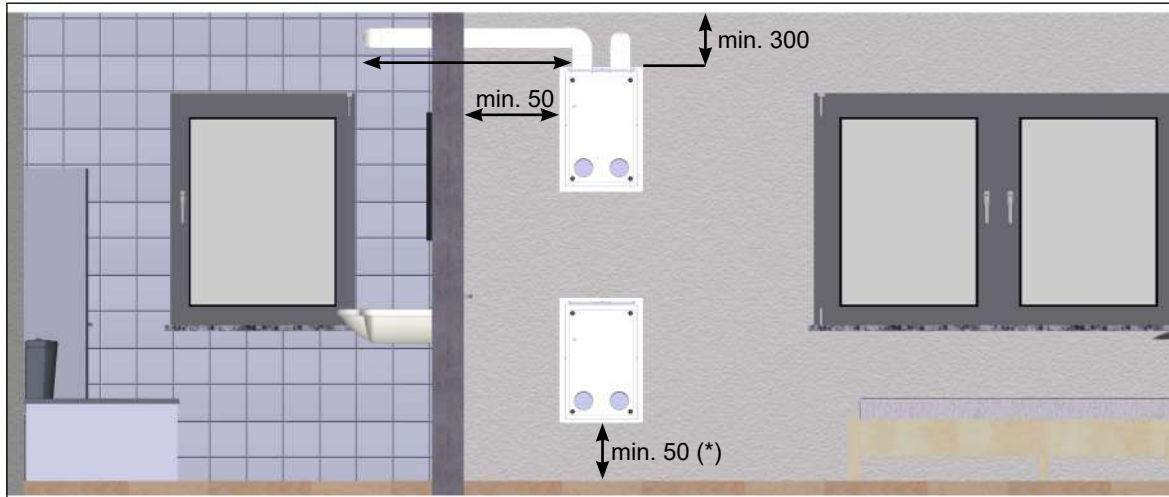
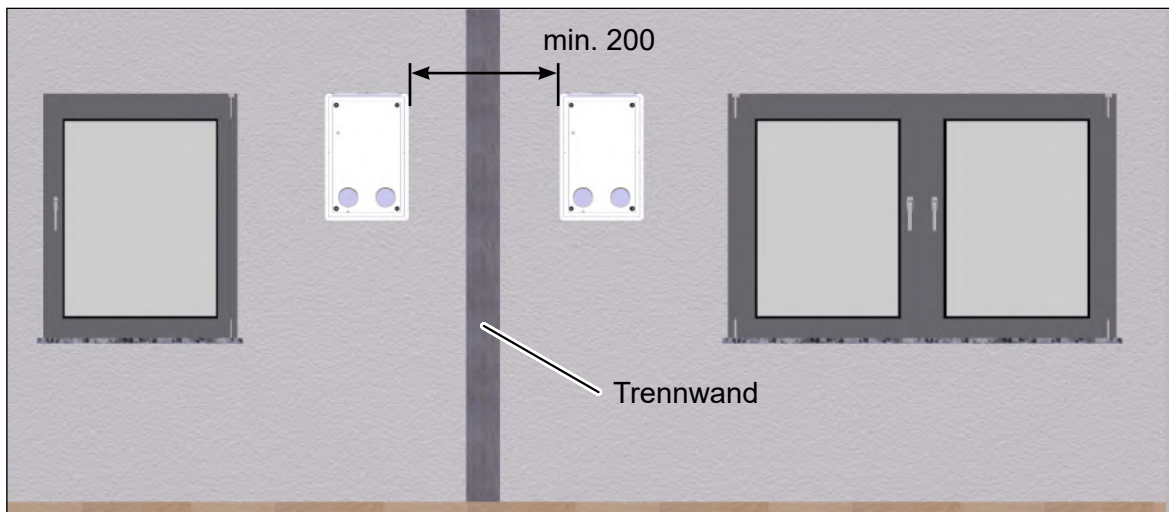

Abb. 4: Mindestabstände und Positioniermöglichkeiten des Montagesets M-WRG-II M-U2, Maße in Millimeter
Abb. 5: Seitlicher Mindestabstand zwischen zwei Mauerkästen, Maße in Millimeter
- Das Montageset Unterputz (Mauerkasten) muss so installiert werden, dass die Öffnungen für Flexrohr- oder Flachkanalanschluss nach oben zeigen (siehe Abb. 4).
- ▶ Achten Sie auf folgende Mindestabstände (siehe Abb. 4 und Abb. 5):
- Der Abstand der seitlichen und unteren Mauerkastenkante zu angrenzenden Flächen sollte mindestens 50 mm (Ausnahme: bei Verwendung eines Kondensatanschlusses, siehe (\*) in Abb. 4) betragen. Mit Einhaltung des Mindestabstands lässt sich das Lüftungsgerät leichter bedienen. Ebenso kann der Luftfilterwechsel ohne Beeinträchtigung durchgeführt werden.